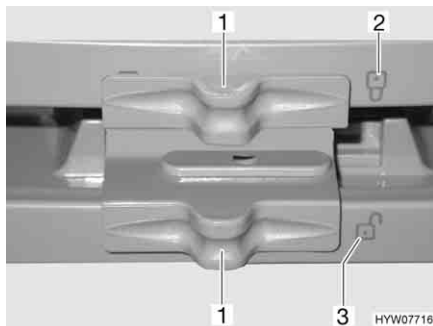

Fig. 156 Bloccaggio della porta del frigorifero/del vano congelatore (serie Dometic 7 con vano congelatore separato)
- Spingere il bloccaggio (Fig. 156,1) di lato in modo che la serratura aperta "U" (Fig. 156,3) sia visibile.
- Spingere il bloccaggio (Fig. 156,1) di lato in modo che la serratura aperta "U" (Fig. 156,2) sia visibile.